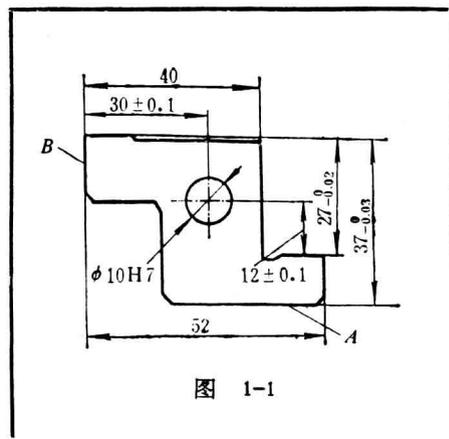

图 1-1
1. 如图1-1所示, 工件以A、B面定位加工 $\phi 10H7$ 孔, 试计算尺寸 $12 \pm 0.1\text{mm}$ 的定位误差。